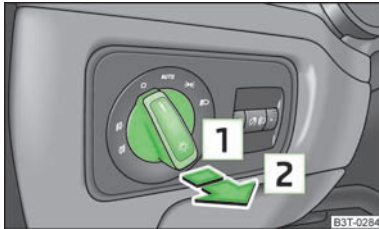

Abb. 34
- Zunächst den Lichtschalter in Stellung  oder  » Abb. 34 drehen.